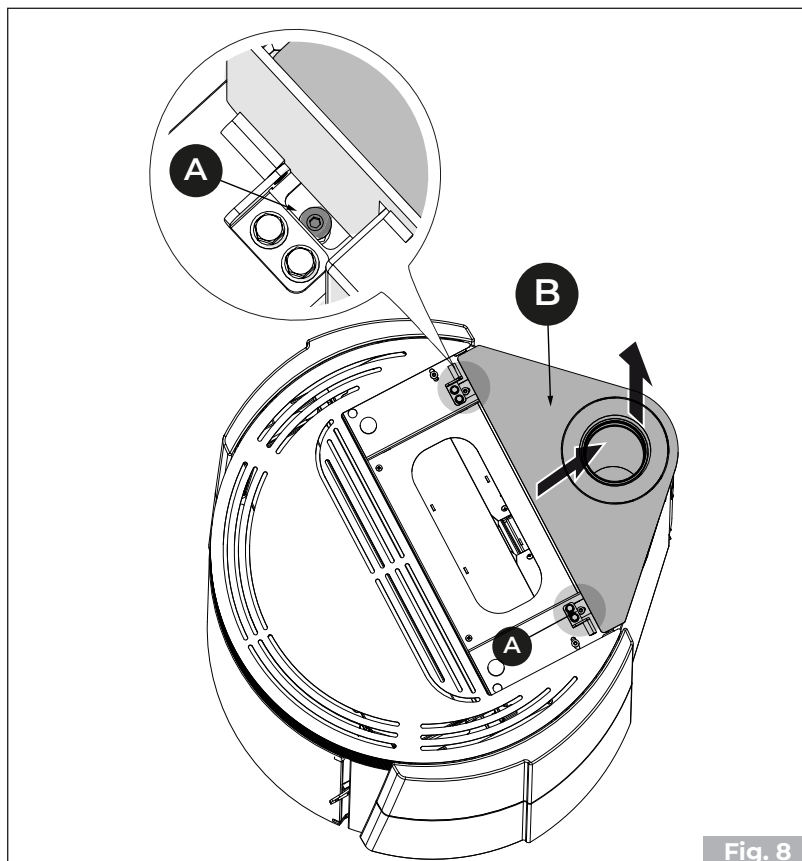

Fig. 8
- Desserrez les vis **(A)** et retirez le plan **(B)** (**Fig. 8**).